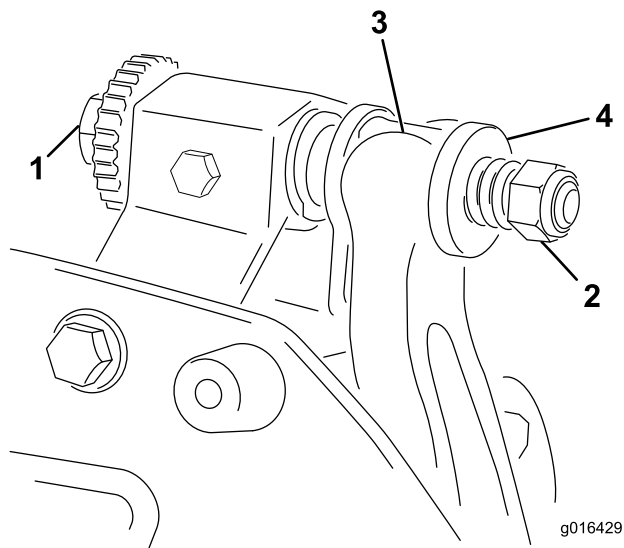

図 18
1. ベッド・バー調整ネジ (図 18) を左に回してベッドナイフとリールの接触をなくす。
2. スプリング・テンション・ナットをゆるめて、ワッシャがベッドバーを全く押さないようにする (図 18)。